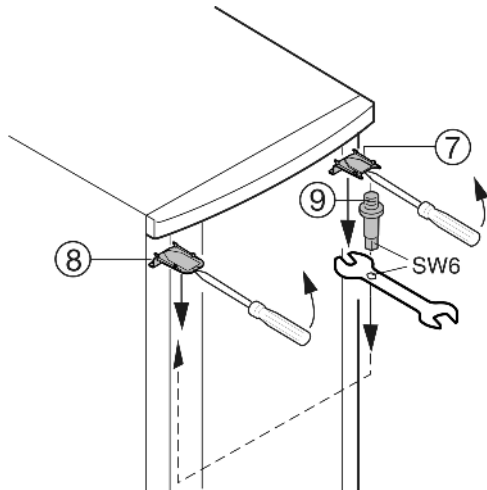

Fig. 5
- ▶ En haut, déclipser le cache Fig. 5 (7) et le cache Fig. 5 (8) avec un tournevis et les enlever inclinés vers le bas.
- ▶ Retirer les pivots d'appui Fig. 5 (9) et les visser du côté opposé, (avec un couple de serrage 4 Nm). Pour ce faire, avoir recours à la clé à six pans de la clé à fourche jointe.
- ▶ Remonter le cache Fig. 5 (7) sur le côté où se situe la charnière : l'insérer par l'arrière et l'encliqueter sur l'avant.
- ▶ Monter le cache Fig. 5 (8) sur le côté opposé : l'insérer par l'arrière et l'encliqueter sur l'avant.
- ▶ Enclencher la porte sur le pivot d'appui Fig. 5 (9) et fermer la porte.